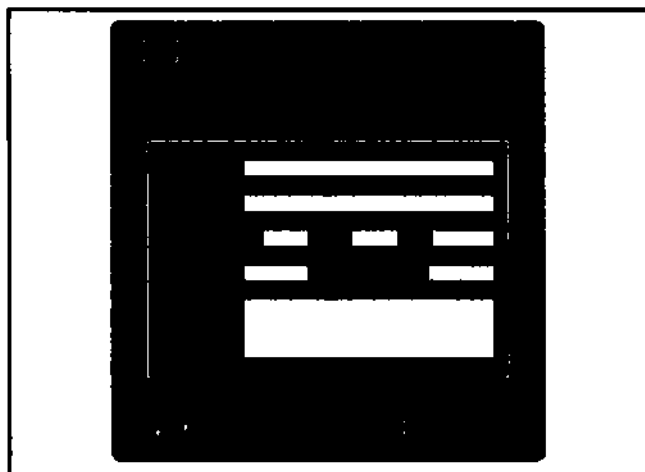

Рисунок 5.8
• Появится экран [Patient data edit] (Изменение данных пациента) (см. рисунок 5.8).